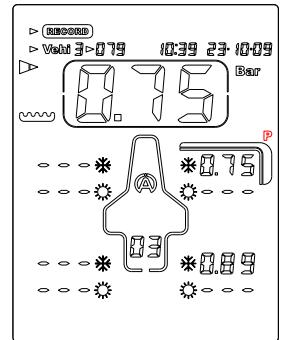

Figure 6
- 8) Pressez le bouton central  pour enregistrer la température mesurée et préparez le Tyrecontrol 2 sur le point de capture suivant (Figure 6)